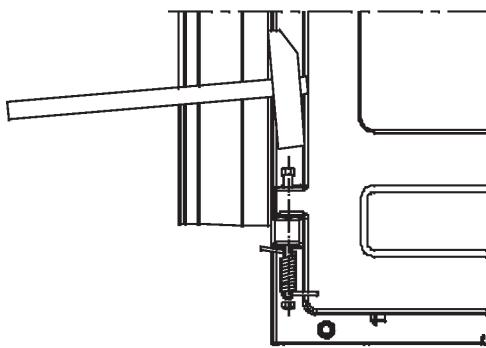

Abb. 1.
-Tür schließen, die Vorderplatte abnehmen, den Stift an dem unteren Scharnier herausnehmen, die Imbusschraube so hineingeben, dass ca. 15 mm aus dem Scharnier herausragt. Setzen Sie die Feder so auf die ein wenig überspannte Schraube, dass ein Ende in den Ofenrand einhakt. Feder halten, Schraube stampfen, auf die Schraube eine geschlossene Schraubenmutter aufsetzen (siehe Bild 1).
Der Kessel muss an das System der Zentralheizung mit einem offenen expansiven Gefäß angeschlossen werden, so dass, falls Wasser überheizt wird, es nicht zu einer Druckerhöhung kommt (Bild 1). Wir empfehlen den Einbau eines Mischnahms mit vier Anschlässen (Mischventil), welcher eine Temperaturregulation am Anfang der Rohrleitung der Heizung ermöglicht, wobei die Wassertemperatur im Kessel immer noch hoch genug ist ($60 - 70^{\circ}\text{C}$), um Schwitzen des Kessels oder Niedrigtemperatur-Korrosion zu vermeiden. Anstatt des Mischventils kann auch ein Thermostat eingebaut werden, wessen Messfühler am Anfang der Rohrleitung ist. Der Thermostat schaltet die Pumpe erst ein, wenn die Wassertemperatur im Kessel, d. h. am Anfang der Rohrleitung hoch genug ist. Auf den Bildern 1 und 2 wurde dargestellt, wie man den Kessel an die Installation der Zentralheizung anschließen soll. Mit der Höhe H soll man ausreichenden Druck sichern, um eine gute Zirkulation durch die Heizteile zu erzielen. Man kann im System (was auch wünschenswert ist) einen Boiler anschließen. Es ist gut, um die natürliche (d. h. Gravitations-) Zirkulation zu sichern, welche unabhängig von der Pumpe ist. Der Boiler muss über dem Ofenniveau sein, mit dem kleinstmöglichen Widerstand für die Wasserzirkulation (kurze Rohre die zum Boiler hinaufführen).